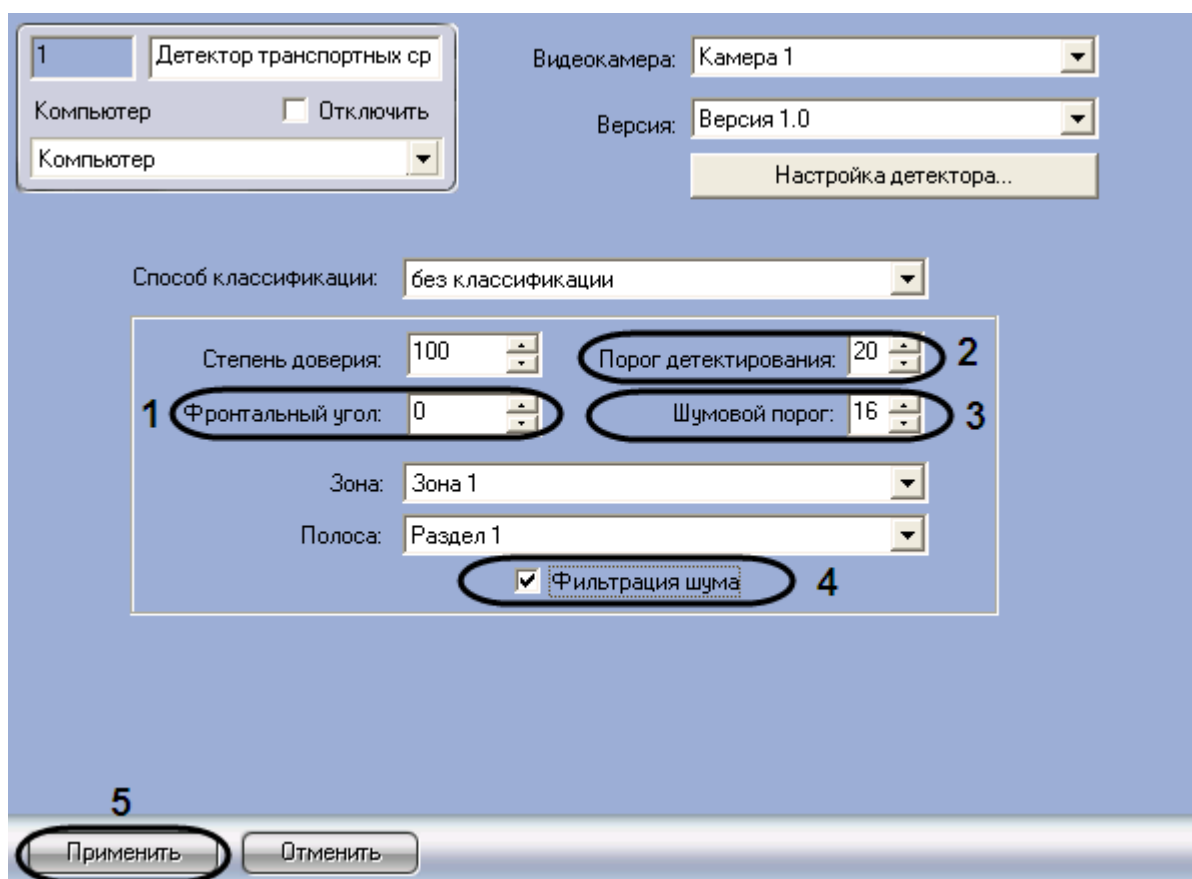

Рис. 7.7—6. Задание переменных детектирования
- Перейти на панель настройки объекта «Детектор транспортных средств» (см. Рис. 7.7—6)
2. В поле со списком «Фронтальный угол» ввести угол фронтального по отношению к транспортному средству наклона видеокамеры (см. Рис. 7.7—6, 1)